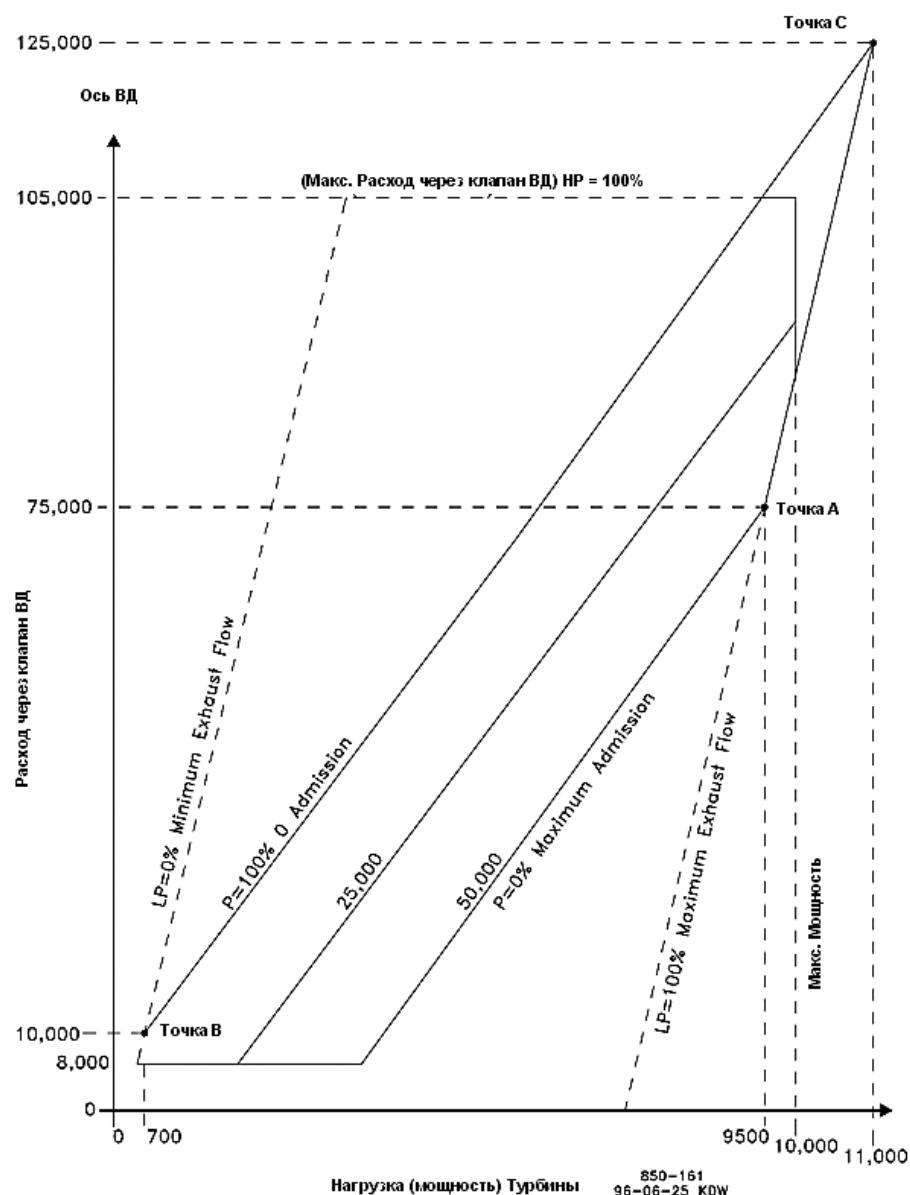

Рисунок 4-5. Типовой График для Впуска Пара
Прежде чем график отбора может быть введен в программу системы регулирования, необходимо найти точки пересечения А, В, и С (смотри Рисунок 4-5).
Если имеется только точка А, ваш график необходимо модифицировать для включения точек В и С. Необходимо будет создать линию  $LP=0$ . Для этого вы должны знать минимальный требуемый расход пара на выходе турбины. В нашем примере графика пара (Рисунок 4-5) минимальный требуемый расход 10 000 фунтов в час (4536 кг/час).
1. Продолжите линию нулевого впуска ( $P=100\%$ ). Смотри Рисунок 4-5.